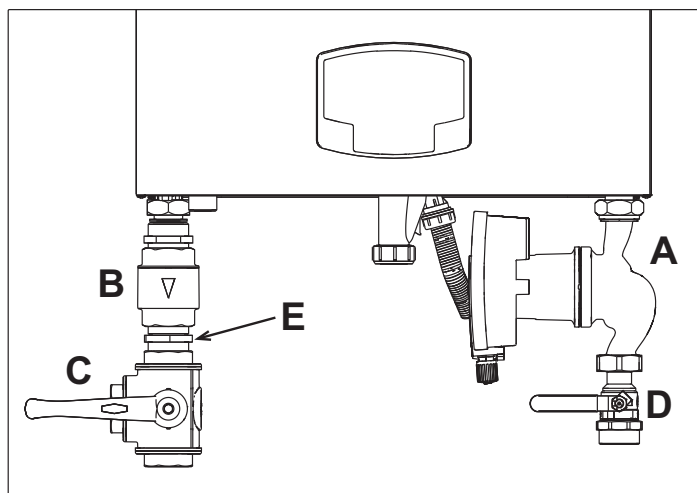

fig. 35- Caldera con kits instalados
**cód. 042070X0 - KIT CIRCULADOR DE ALTA EFICIENCIA - 7 m (A - fig. 35)**
**cód. 042071X0 - KIT CIRCULADOR DE ALTA EFICIENCIA - 10 m (A - fig. 35)**
- 1 VÁLVULA DE RETENCIÓN - Hembra 1"1/2 (B - fig. 35)**
- 2 LLAVE DE PASO 3 vías 1"1/2 (C - fig. 35)**
- 3 LLAVE DE PASO macho/hembra 1"1/2 (D - fig. 35)**
- 4 NIPLE DE CONEXIÓN 1"1/2 (E - fig. 35)**